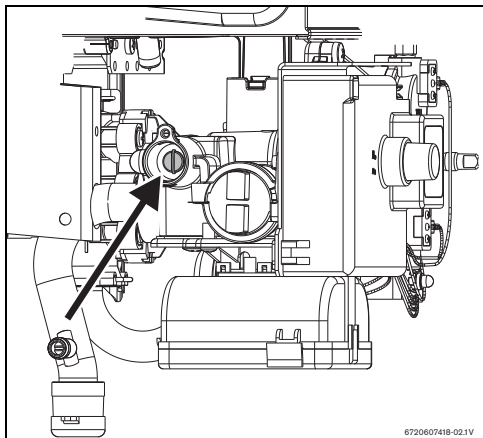

Рис. 15 Винт регулировки макс. расхода газа
- ▶ Снять пломбу с регулировочного винта (рис. 15).
- ▶ При помощи регулировочного винта (рис. 15) отрегулировать давление перед форсункой по таблице 7.